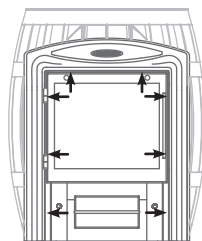

Рисунок 9. Место установки саморезов.
1. открутить саморезы 8 шт., которыми прикрепляется рамка с дверцей к топливному каналу, и снять ее (см. рисунок 9);